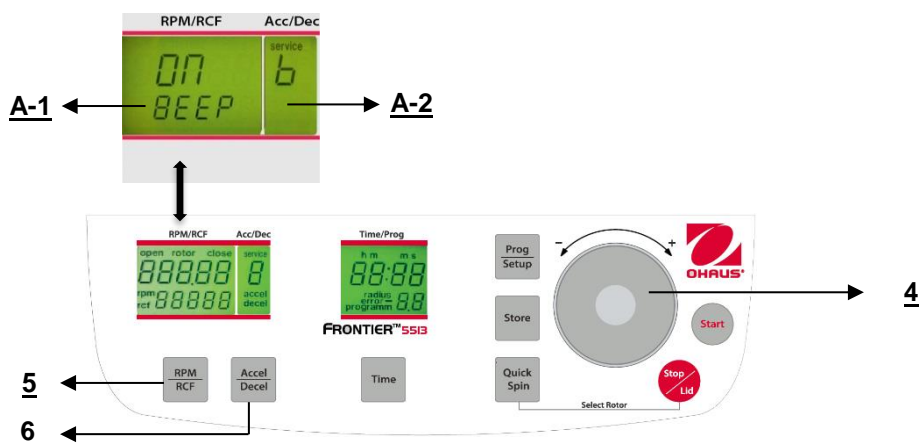

Figure. 33
Poursuivre conformément à la description du paragraphe 4.1.2 pour entrer dans ce mode de programme et appuyer ensuite sur la touche "**Accel/Decel**" (6). Sur l'affichage "**Acc/Dec**" (A-2), le mot "**Service**" clignote. Sélectionner maintenant la lettre "**B**" avec le cadran de réglage (4). Ceci entraîne l'apparition des mots "**ON/BEEP**" sur l'affichage "**RPM/RCF**" (A-1). Après avoir appuyé sur la touche "**RPM/RCF**" (5), l'utilisateur peut mettre le son du clavier sur Marche ou sur Arrêt avec le cadran de réglage (4). (voir la figure 33).